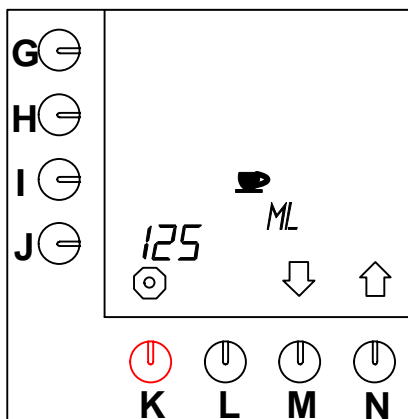

Fig. 34 Innehåll kopp
- Tryck på valtangenten (N.)↑ tills fig. 34 visas på displayen.